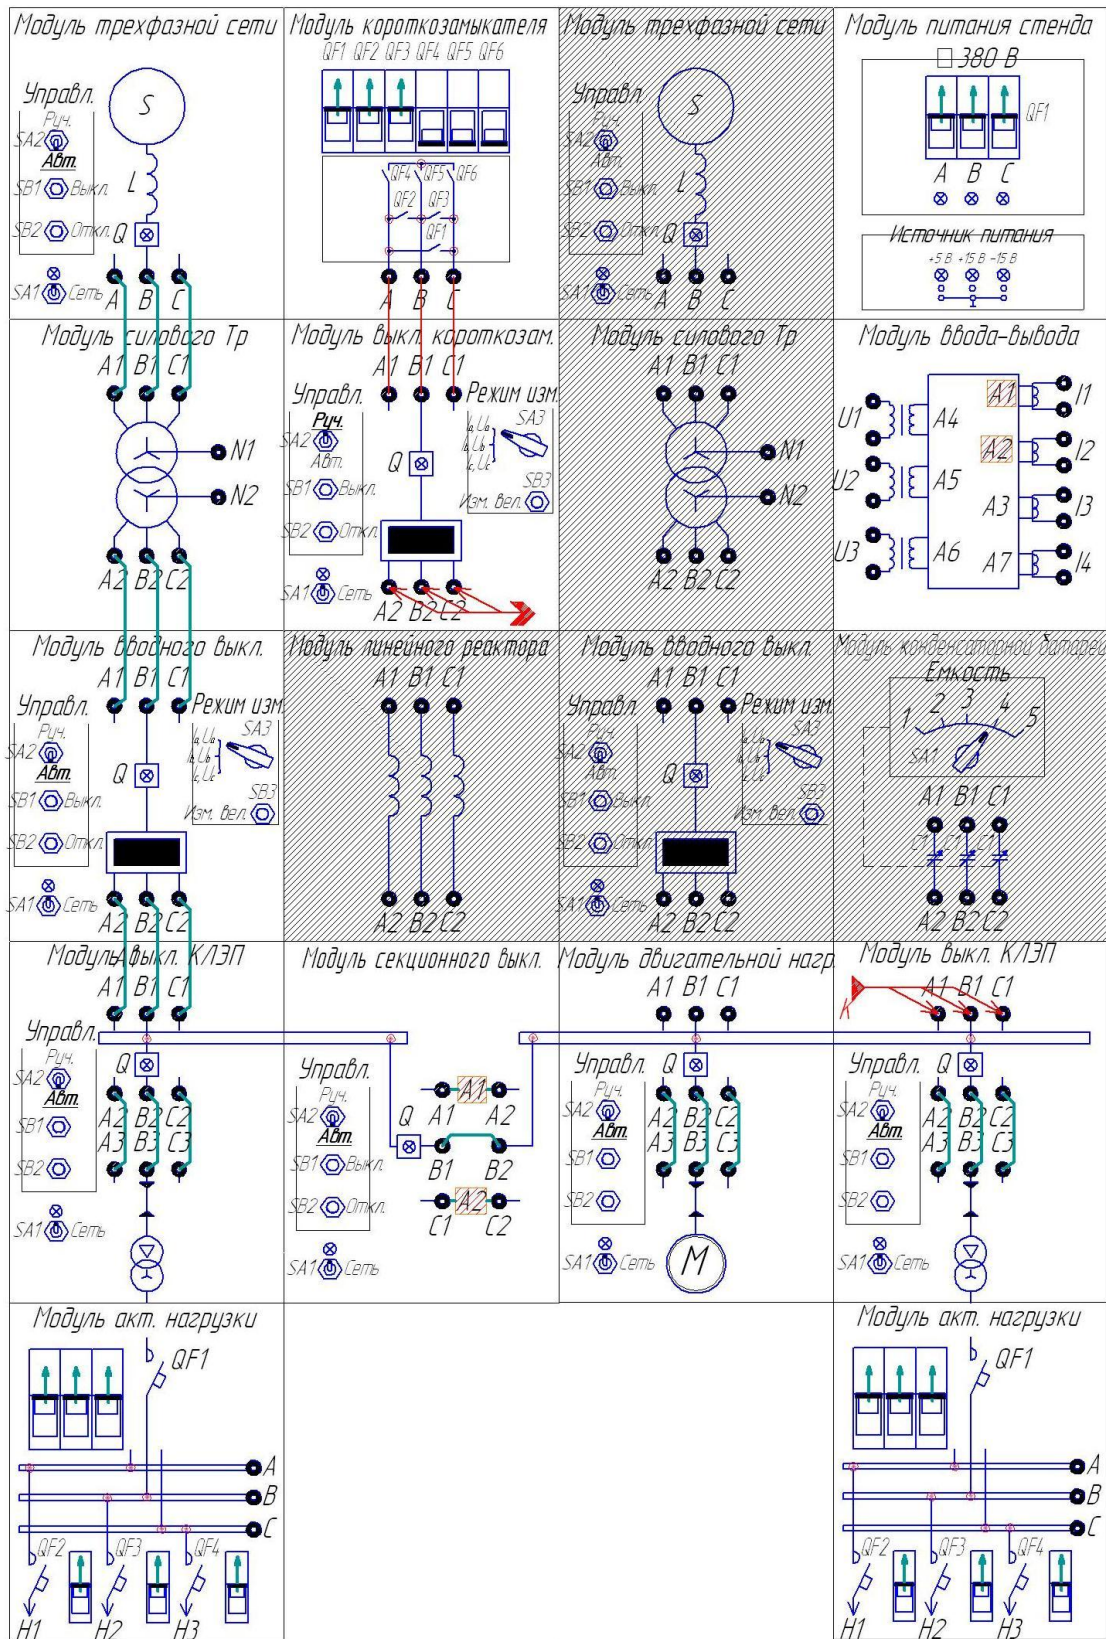

Рис. 1.1. Токовая отсечка секционного выключателя. Схема электромонтажная
- 1) Собрать схему лабораторных испытаний Рис. 1.1. (ВСЕ модули стенда должны быть ОТКЛЮЧЕНЫ!). Подключить аналоговые каналы модуля ввода-вывода для измерения фазных токов секционного выключателя (канал А1 к фазе А, канал А2 к фазе С). Вход модуля выключателя короткозамыкателя QK3 подключить к модулю короткозамыкателя, а выход — к клеммам А1, В1, С1 модуля выключателя кабельной ЛЭП 2СШ. Перевести переключатели SA1 модуля трехфазной сети, SA2 вводного выключателя, выключателей кабельной ЛЭП, двигательной нагрузки и секционного выключателя в положение «Авт». Перевести переключатели SA3 модулей вводного выключателя и выключателя короткозамыкателя в верхнее положение. Включить автоматические выключатели QF1..QF3 на лицевой панели модуля короткозамыкателя. Включить автоматические выключатели QF1.. QF4 на модулях активной нагрузки. Включить питание стенда автоматическим выключателем QF1, расположенным на модуле питания стенда. Включить питание всех модулей, имеющих индивидуальный тумблер подачи питания SA1 «Сеть».